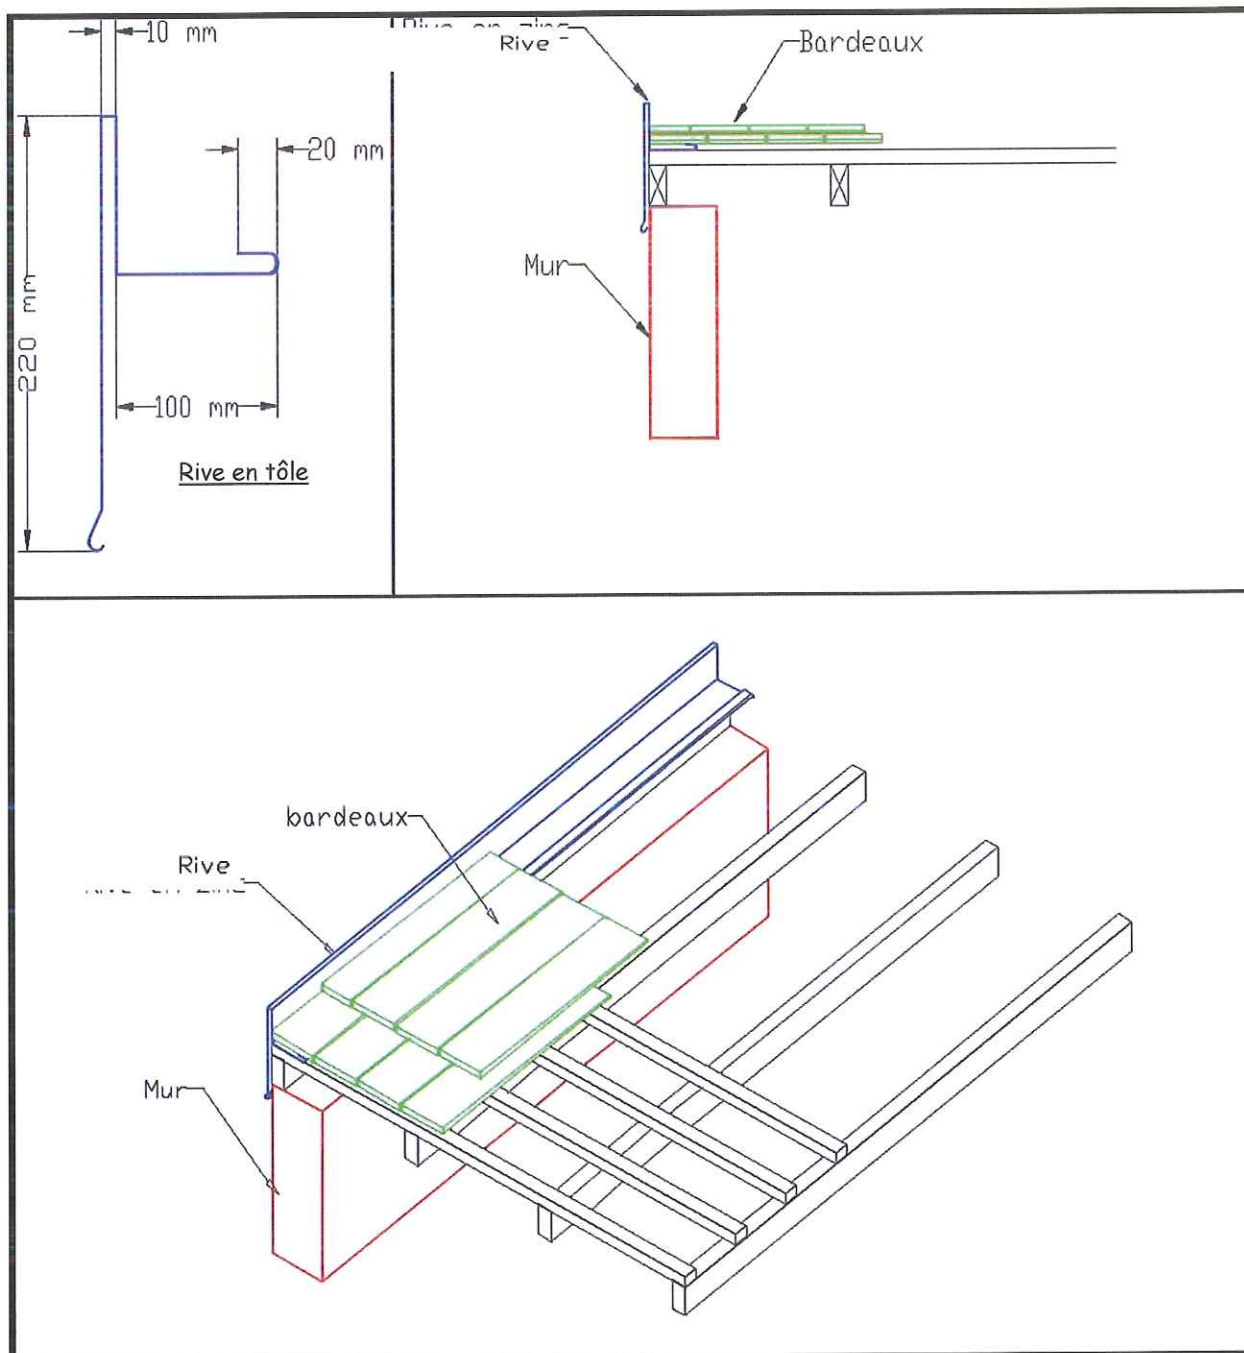

Figure 12 : rive sur mur
3.2.2. Rive sur mur : ( Cf. figure 12 )